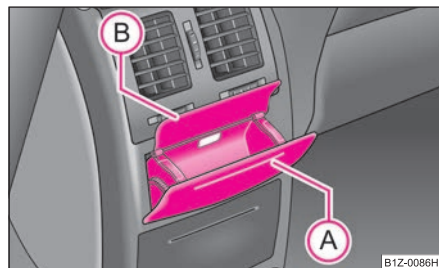

Fig. 96 Consola central alta: Cenicero trasero
- Presione la parte superior de la tapa del cenicero en la zona **(A)** ⇒ fig. 96.